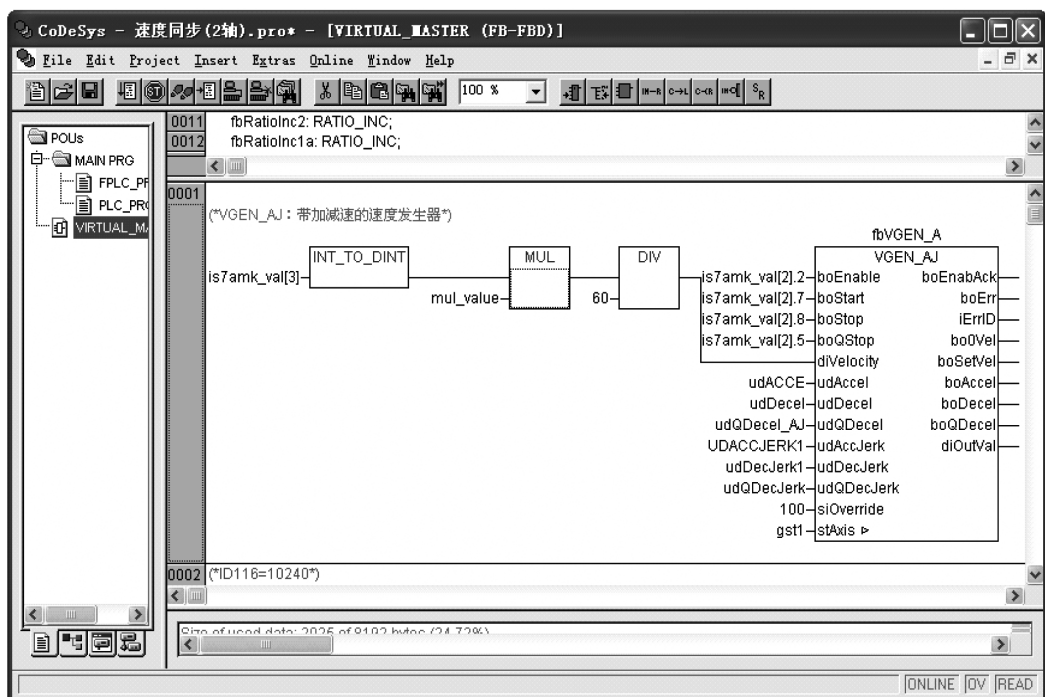

图 5-13 对 VIRTUAL_MASTER 功能块编程
6) 创建完毕以上程序块并对 VIRTUAL_MASTER 功能块编程，如图 5-13 所示。